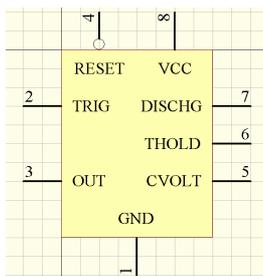

图 5-52 定时器元件
2. 练习绘制如图 5-52 所示的定时器，其元件图和显示隐藏引脚的元件图一致，只是引脚名 1、4 和 8 没有显示，重新添加文本以显示水平文本。